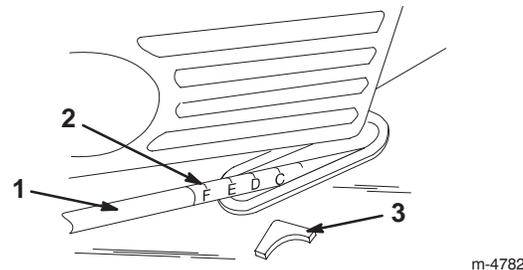

Bild 12
5. Heben Sie den Griff an oder drücken ihn nach unten. Verwenden Sie dabei den Zeiger und die Schnitthöheinstellung am Verbindungsgestänge, um den Rasenmäher auf die korrekte Schnitthöhe einzustellen (Bild 12).